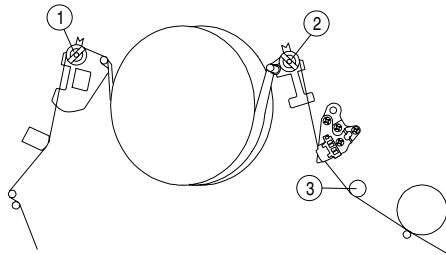
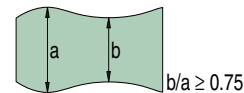

Fig. 1
Fig. 6
linke Umlenkrolle ① (Fig. 1) entgegen dem Uhrzeigersinn drehen.
rechte Umlenkrolle ② (Fig. 1) entgegen dem Uhrzeigersinn drehen.
- Taste "Bildsuchlauf rückwärts" drücken und nach 15 Sekunden Taste "Wiedergabe". Nach weiteren 3 Sekunden muss die Amplitude der FM-Pakete wieder das Maximum erreichen und deren Hüllkurve geradlinig sein. Gegebenenfalls sind die Umlenkrollen ① / ② (Fig. 1) nachzustellen.
- Re-adjust the reverse rollers ① / ② (Fig. 1) if necessary so that the tape does not touch the top or bottom edge of the rollers.
- Adjust the tilt of the A/C head with screw ④ (Fig. 3) so that the tape passes the tape guide pin ③ (Fig. 1 / 2) in the middle between the top and bottom edge.
- Adjust the reverse rollers ① / ② (Fig. 1) so that the FM packages at the tape lead-in and lead-out side do not exceed the limit value $b/a \geq 0.75$ (Fig. 6).